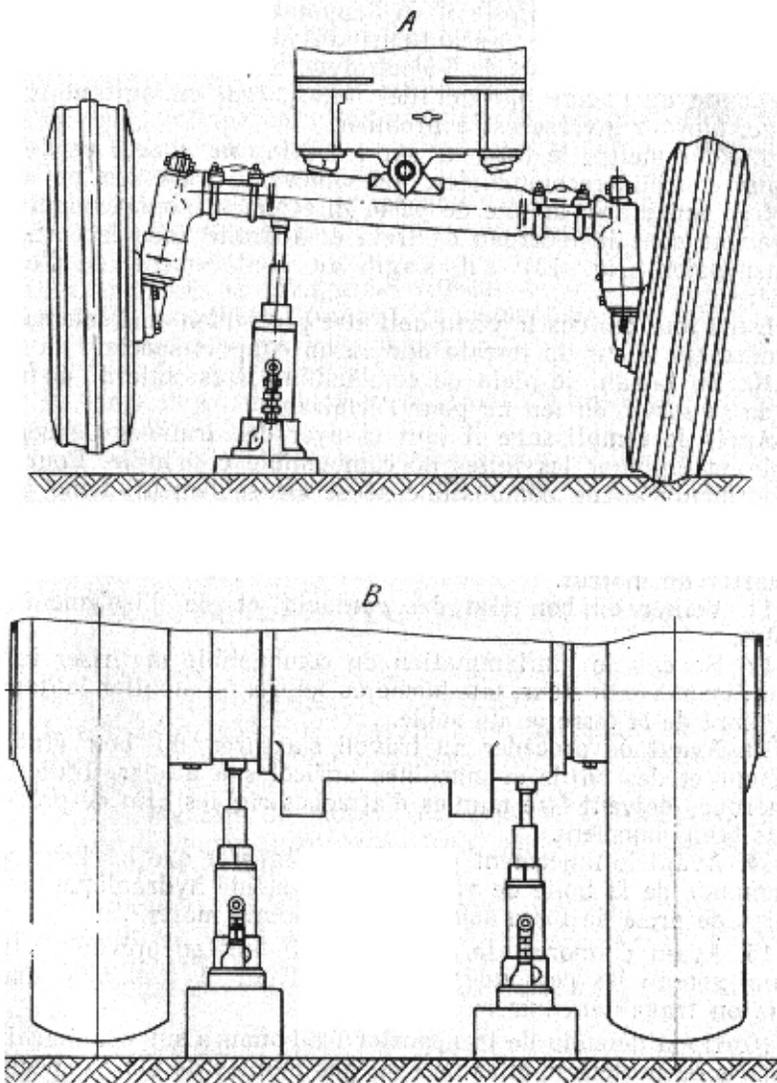

Fig. 13. Schéma du soulèvement du tracteur
9. Pour mettre le tracteur sur le vérin, ne placer ce dernier qu'aux endroits recommandés: au soulèvement de l'essieu avant du tracteur, situer la tête de vérin directement sous la poutre et à gauche sous le fourreau de frein et à droite sous le carter de transmission (fig. 13) s'il s'agit du soulèvement de l'essieu arrière.